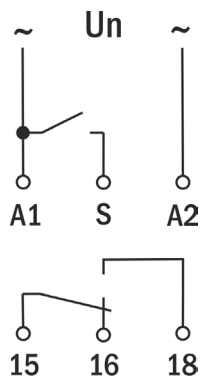

Рисунок 4 – ARK5-X1-A230
2. Подключите реле времени согласно схеме подключения (рис. 4 и 5).